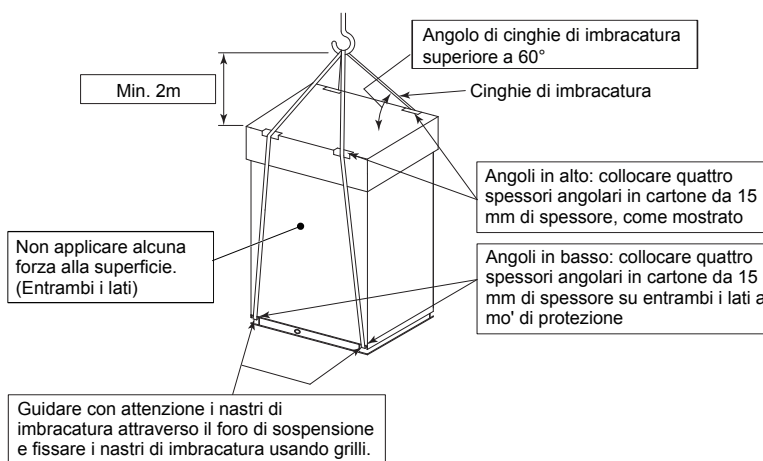

Figura 4.2 Unità in sospensione senza base a slitta in legno
- (5) Sospendere l'unità senza una base a slitta in legno con due cinghie di imbracatura come mostrato nella Figura 4.2.